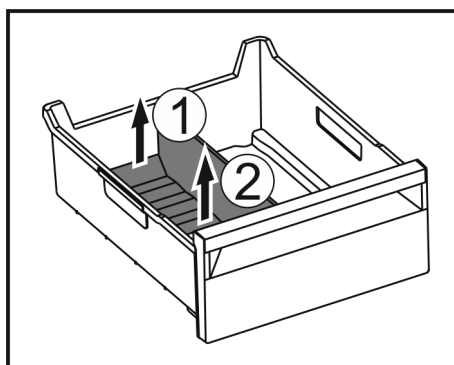

Fig. 114
- ▶ Приподнимите заднюю часть разделителя отделения для льда. Fig. 114 (1)
- ▶ Извлеките разделитель отделения для льда движением вверх. Fig. 114 (2)